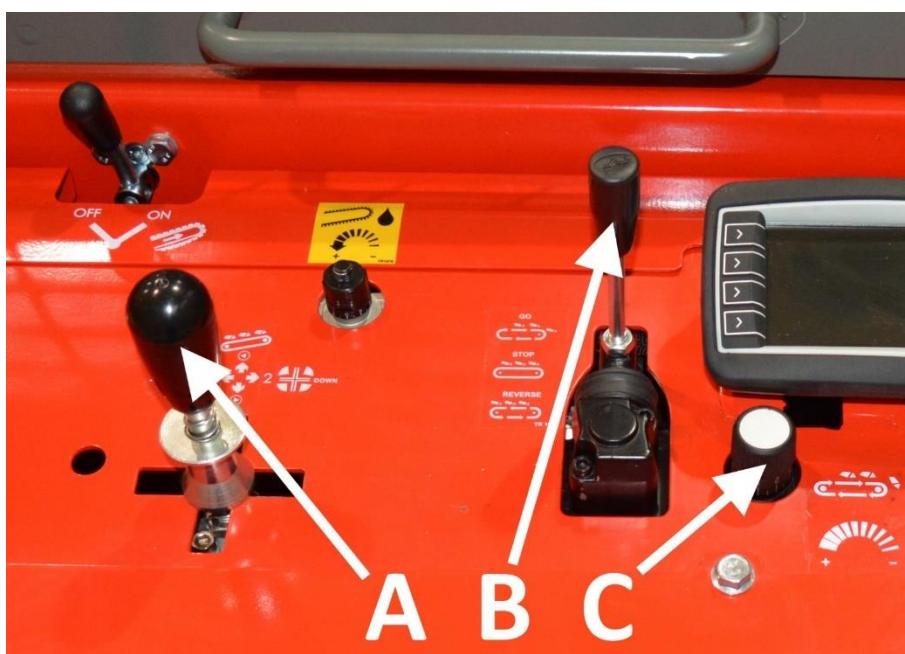

Bild 17.
I vedmaskinen Hakki Pilke 55 Pro roterar utmatningstransportörens band med hjälp av en hydraulisk motor. Du kan ändra bandets rotationshastighet med reglage C på bild 17. Så här ändrar du vinkeln på transportören i sidled och på höjden hydrauliskt med spak A på bild 17:
Med spak B (bild 17) kan du även stoppa transportören (i mittläget) och vid behov köra transportörens band en liten bit (cirka 1 meter) bakåt genom att dra spaken bakåt, exempelvis när ett vedstycke har fastnat mellan transportörens rengöringsgaller och den övre rullen.
3. Lyft multiplikatorbettet B till toppläge (såsom visas på bild 19) genom att svänga styrspaken A på bild 17 till vänster.